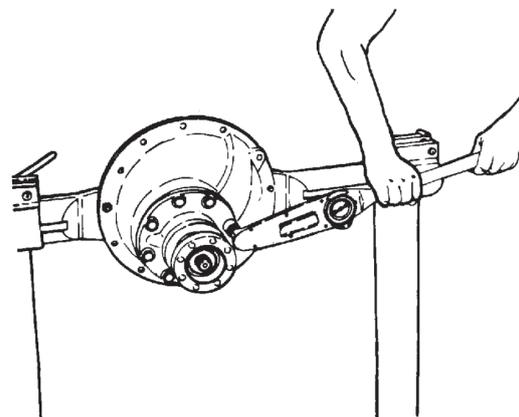

Figura 61
- C. Instale as arruelas e os parafusos de fixação da caixa do pinhão, e aperte com o valor especificado na seção Torques De Aperto (Figura 61);